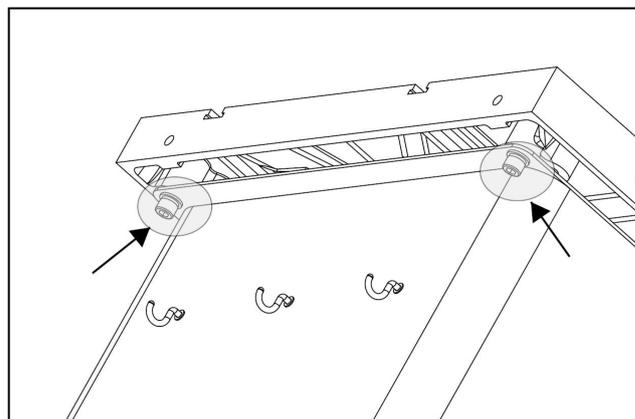

Abb.17
2. Wenn eine Anpassung erforderlich ist, lösen Sie die Schrauben, die in **Abb.17** identifiziert sind und den Tisch mit dem Schrank verbinden. Nehmen Sie die erforderliche Anpassung vor, bis beide Messungen gleich oder weniger als 0,2 mm sind, und ziehen Sie dann die Schrauben wieder fest.